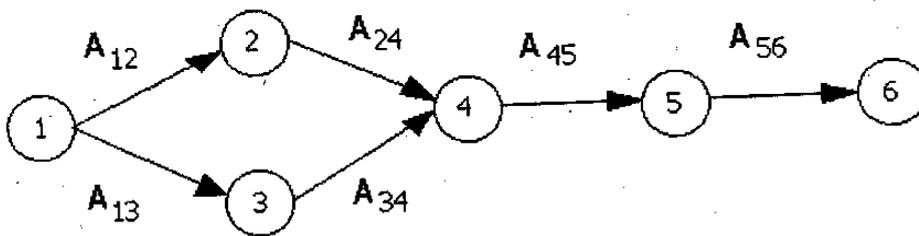

Рис. 2.1. Пример сетевого графика
- Ни одно событие не может произойти до тех пор, пока не будут закончены все входящие в него работы. Например, комплексная отладка модулей не может быть начата до завершения программирования каждого из них, то есть событие 4 на рис. 2.1 не произойдет до завершения работ A_{24} и A_{34} ;
Поясним методику определения критического пути с помощью приводившегося выше примера, связанного с разработкой программного продукта. Предположим, что входящие в сетевой график работы (см. рис. 2.1) имеют следующую продолжительность (в днях):